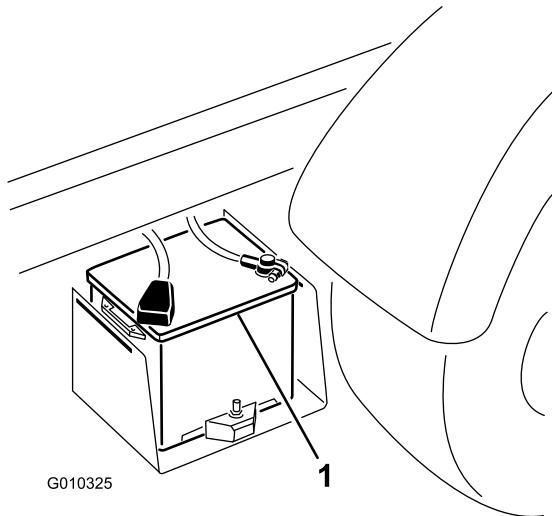

Figura 54
2. Collegate un cavetto portatile tra i poli positivi delle due batterie (Figura 54). Il polo positivo è identificato dal simbolo + sul coperchio della batteria.